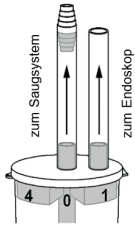

Abb. 1
1. Collegare il tubo dall'attacco centrale del sifone al sistema di aspirazione (Fig. 1).
2. Collegare il connettore esterno all'endoscopio (Fig. 1).